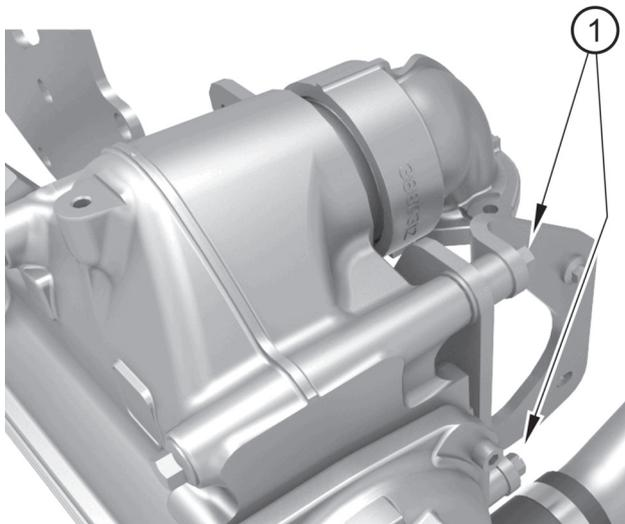

Abbildung 25
4. Entfernen Sie die hinteren Schrauben, mit denen die Baugruppe befestigt ist (Abbildung 25, Nummer 1).